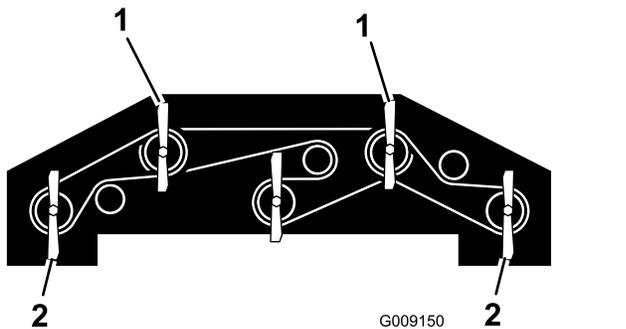

Bild 136
- Drehen Sie jedes so, dass es geradeaus weist (Bild 136).